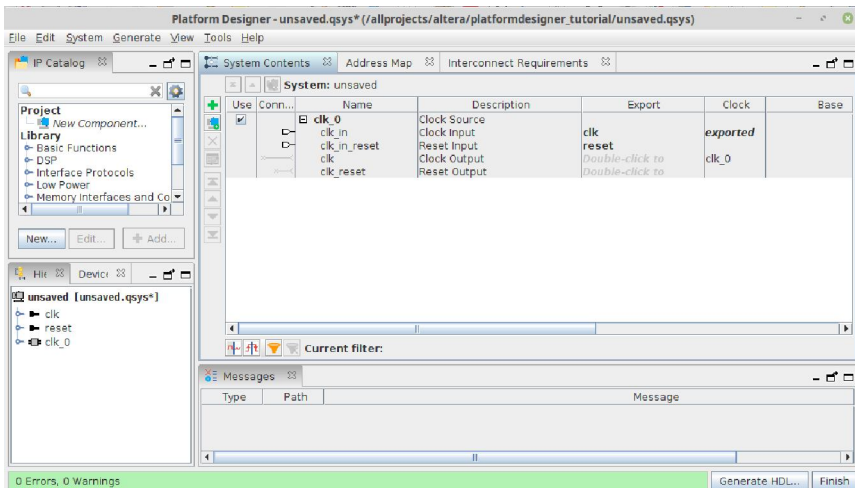

Рисунок 4. Вікно *Platform Designer Tool*
2. Відкрийте **Platform Designer Tool**. Для цього оберіть меню **Tools** → **Platform Designer**. Відкриється вікно як на рис. 4.